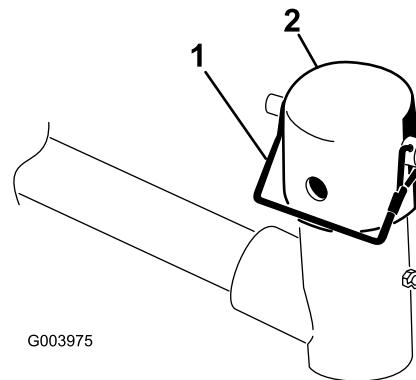

Figura 7
- Retire el pasador de seguridad y el tapón de la horquilla de pivot del brazo de elevación (Figura 7).
11. Coloque el tapón sobre el eje del bastidor de tiro y la horquilla del brazo de elevación. Utilice la ranura si se desea una unidad de corte dirigible, y utilice el taladro si la unidad de corte va a quedar bloqueada en una posición fija (Figura 7).